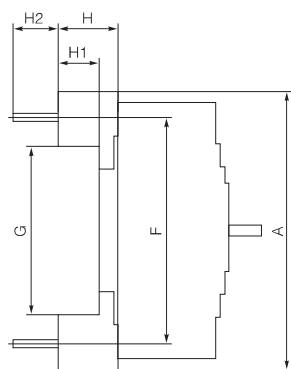

图17
• CFM3E-125、250、400、800(630)插入式板后接线安装孔位尺寸及安装板开孔尺寸见图17、18、19